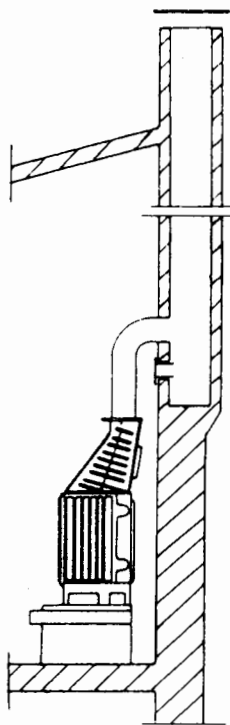

Fig. 3
1) Raccordement à un conduit existant et en bon état (Fig. 3).